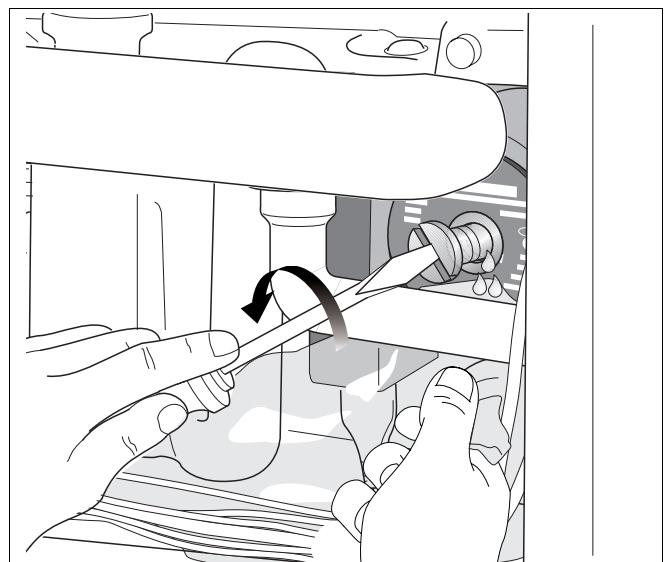

fig. 34 Ontluchten cv-pomp
- Ontlucht de pomp door de ontluchtingsschroef aan de voorzijde van de pomp iets los te draaien (→ fig. 34).